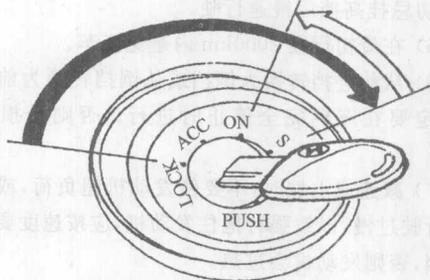

图 0-2 起动发动机
(1) 进入车内,检查驻车制动是否处于制动状态。
(2) 车辆采用手动变速器,首先把变速杆放入空挡位置,并踩下离合器踏板,若车辆采用自动变速器,把变速杆拨到“P”(停车)挡。
(3) 插入点火开关钥匙并转到“START”位置,见图0-2。发动机起动后应立即松开钥匙,钥匙置于“START”位置的时间不能超过15s。